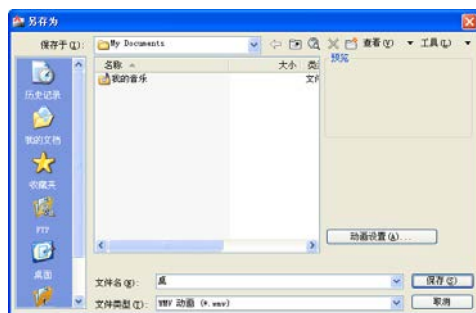

图 12.42 保存动画文件
(7) 单击【确定】按钮，弹出【另存为】对话框，如图 12.42 所示。保存动画文件为“桌”，这时就可以选择一个播放器来观看动画效果了。